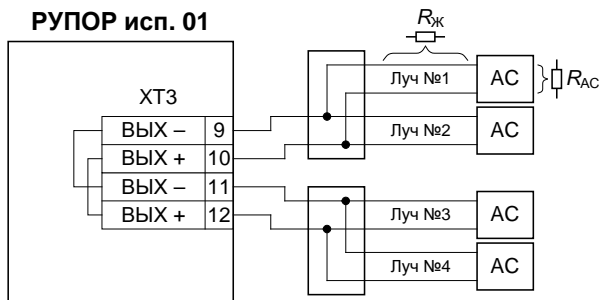

Рисунок 4
2.3.2 Типовая схема подключения АМ приведена на Рис. 4 (для простоты расчётов примем, что все лучи имеют одинаковые параметры). Каждая акустическая система (далее – АС) может состоять из нескольких АМ, соединённых последовательно, параллельно или последовательно-параллельно. Мощность, потребляемая АС, равна сумме мощностей, выделяемых на каждом из АМ, входящем в состав АС.